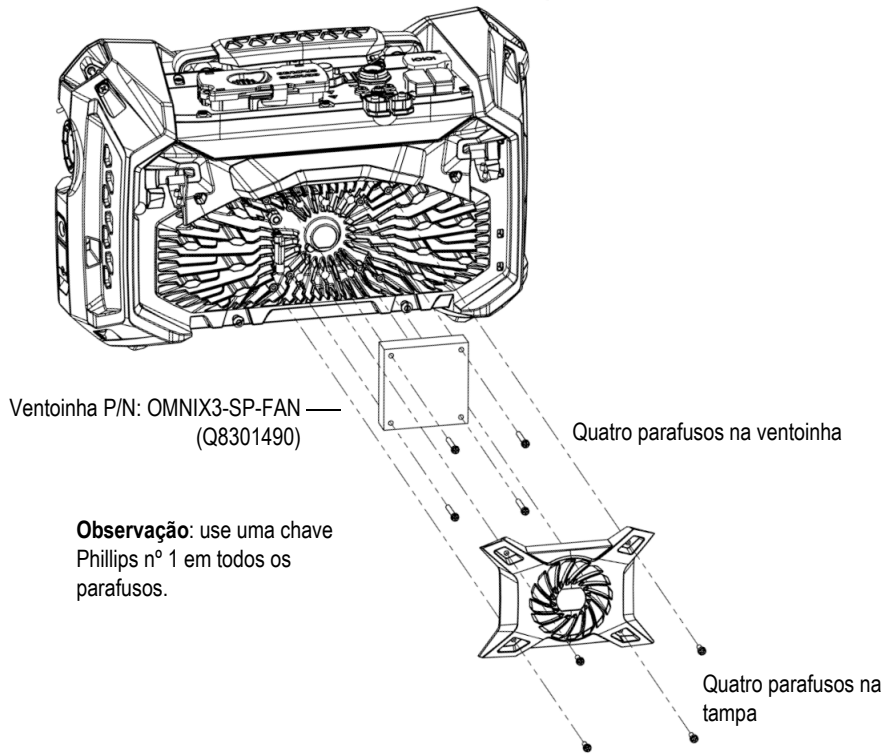

Figura 4-2 Montagem da ventoinha e das peças da tampa
2. Se for difícil limpar da parte externa do gabinete ou se a ventoinha precisar de manutenção, retire a tampa da ventoinha e, se necessário, a ventoinha, e limpe cuidadosamente as superfícies da peça conforme a necessidade (Figura 4-2 na página 56).